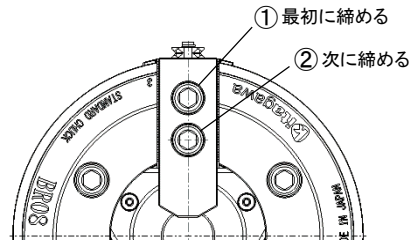

図 4 ジョー取付ボルトの締め付け順序
- BR-AJC_M の取付再現性を長期間安定して維持するため、ジョー取付ボルトを締め付ける際は、常にチャック外径側のボルトから規定トルクで締め付けてください。(図 4 および表 2 参照)